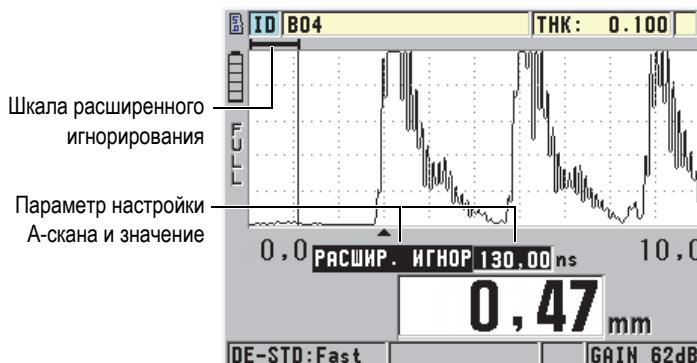

Рис. 9-2 Настройка длины расширенного игнорирования
1. Нажмите [GAIN/WAVE ADJ] (только при наличии опции А-скана). Параметр настройки А-скана и его значение появляются на экране измерений (см. Рис. 9-2 на стр. 169).
Горизонтальная линия над экраном А-скана обозначает длину расширенного игнорирования (см. Рис. 9-2 на стр. 169).